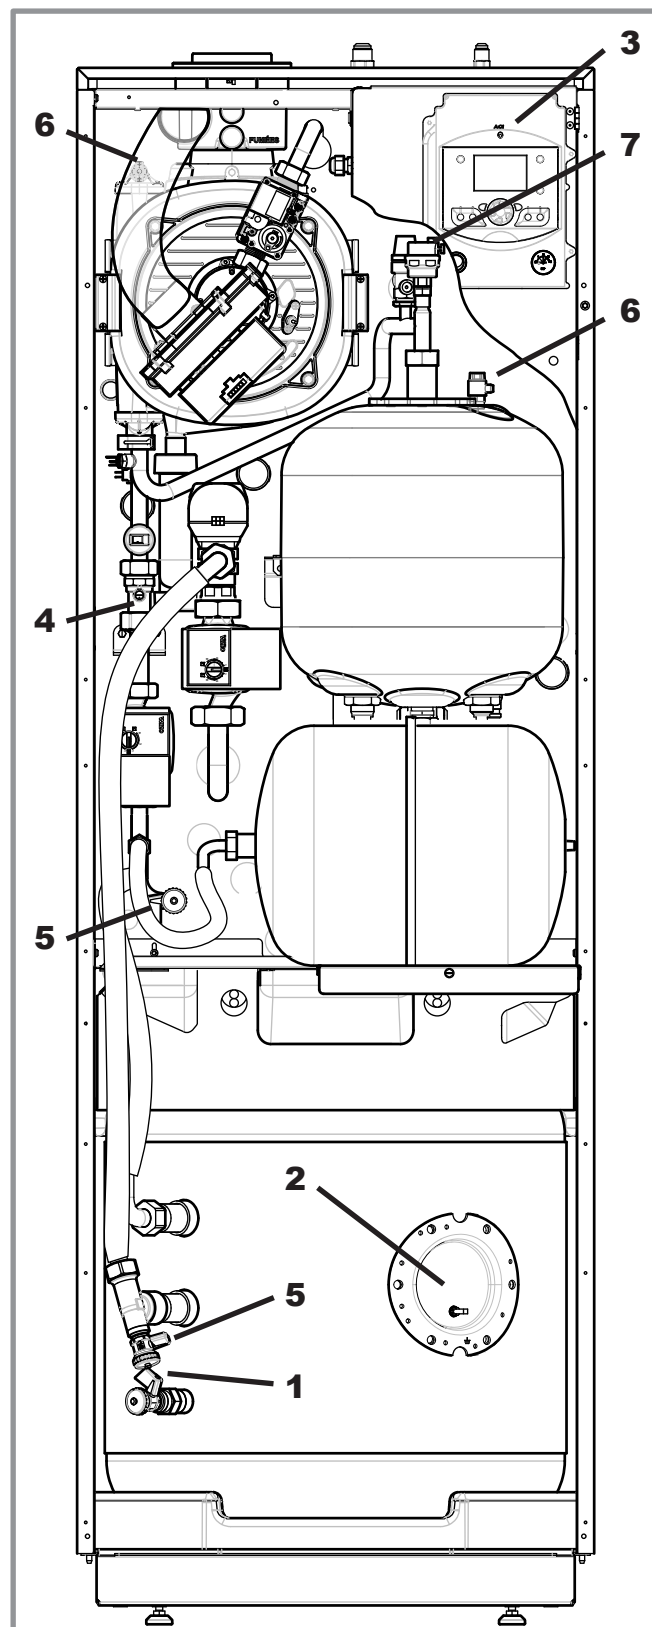

figure 58 - Vidange du module hydraulique et/ou du ballon sanitaire
- Débrayer le clapet antiretour (rep. 4, figure 58, page 79).